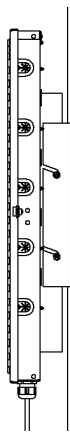

Figure 2
4. Desserrer les quatre écrous latéraux et accrocher le terminal au support, puis resserrer les écrous pour bien fixer le terminal au support (Figure 2).